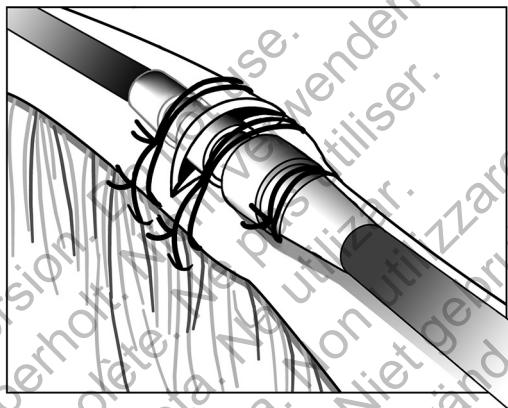

Figura 10. Ejemplo de manguito de sutura, técnica de venotomía
3. Utilice el mismo surco para fijar el cable y la vena a la fascia adyacente (Figura 10 en la página 27).